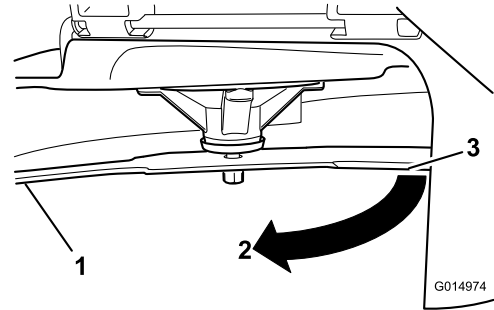

**Figura 98**
2. Llevando guantes fuertemente acolchados u otro tipo de protección apropiada para las manos, gire la cuchilla lentamente hasta una posición que permita medir la distancia entre el filo de corte y la superficie nivelada en la que descansa la máquina (Figura 98).